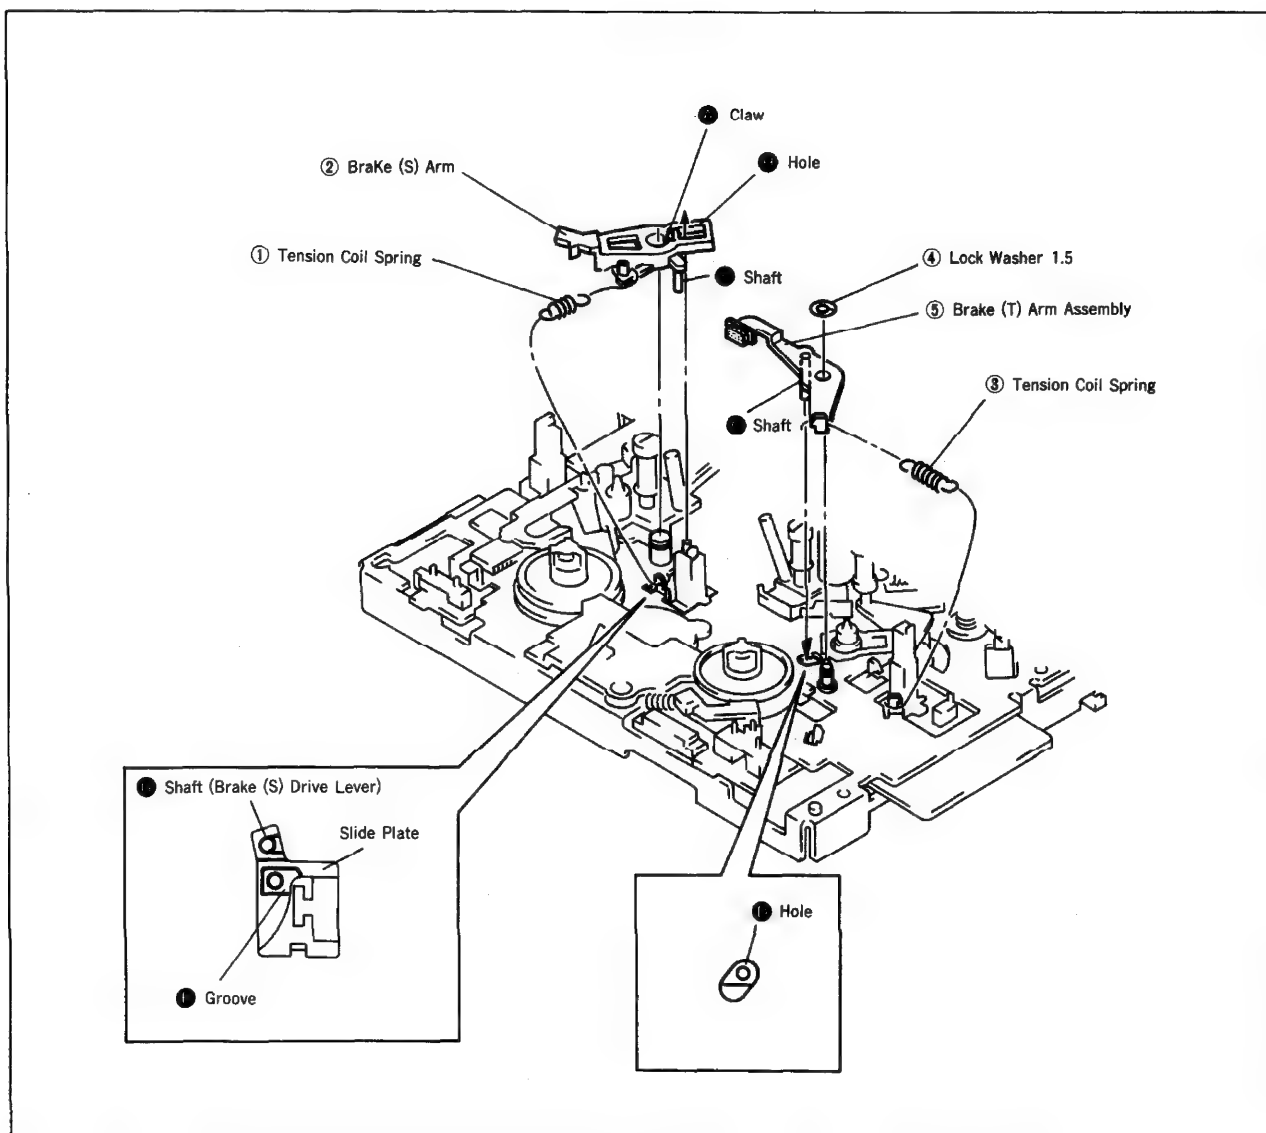

Fig. 11
#### 4-5. BRAKE (S) ARM AND BRAKE (T) ARM ASSEMBLY (Fig. 11)